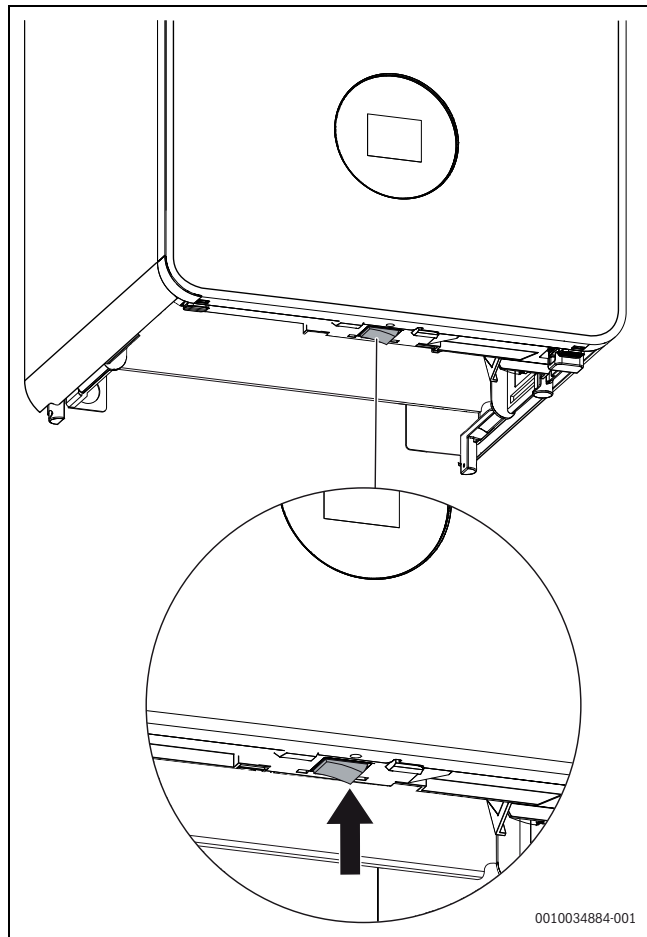

Fig. 1 Interrupteur Marche / Arrêt
► Arrêter l'appareil avec l'interrupteur Marche/Arrêt (→ fig. 1).